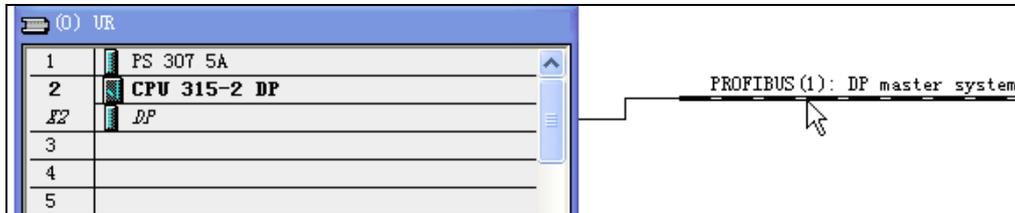

图 3-10 PROFIBUS 网络线
(7) 点击“OK”，进入上一级窗口，会显示刚才创建的网络信息，点击“OK”。
(8) 此时，在左侧硬件组态窗口会出现如图所示的 PROFIBUS 网络线，如图 3-10 所示，在这里即可添加连接在 PowerFlex 753 变频器上的 20-COMM-P 适配器。在添加前需要保证安装有 20-COMM-P 的 GSD 文件，下面介绍如何安装该 GSD 文件。